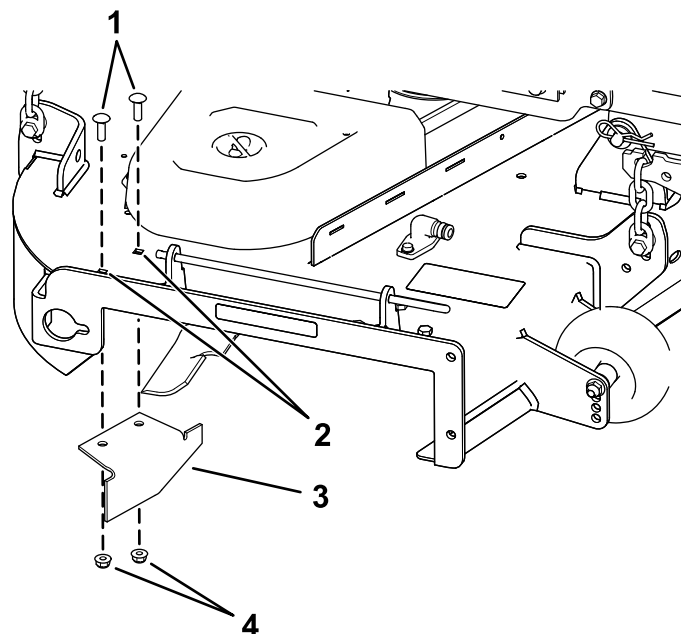

Figura 35
14. Individuate il deflettore di scarico nel sacchetto delle parti sciolte, rimuovete gli elementi di fissaggio dai fori posteriori della piastra di scarico e montate il deflettore sull'apertura dello scarico laterale sul piatto di taglio (Figura 35).